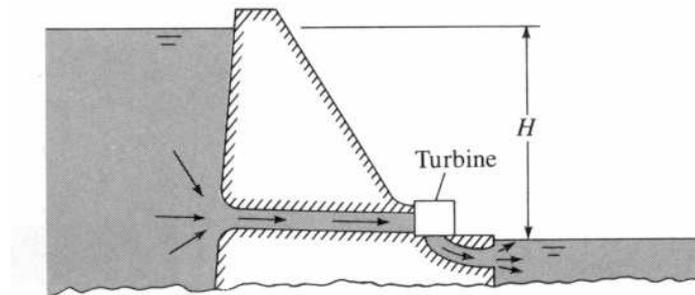

Abbildung 4
3. In Abb. 4 ist eine Kleinwasserkraftanlage skizziert. Der Höhenunterschied zwischen der Wasseroberfläche im Speicherbecken und der Wasseroberfläche im Fluss unterhalb des Speicherbeckens, beträgt $H = 10,00 \text{ m}$. Die Geschwindigkeit des in den Fluss ausströmenden Wassers beträgt $5,00 \text{ m/s}$ und der Durchfluss durch das System ist $1,000 \text{ m}^3/\text{s}$. Energieverluste sind bis auf die Energiedissipation bei Eintritt ins Unterwasser vernachlässigbar. Zeichnen Sie die Energie- und Drucklinie mit Maßangaben in Abb. 4 ein und ermitteln Sie die Leistung der Turbine in Kilowatt.